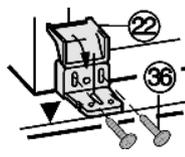

Fig. 30
- ▶ Visser la cornière en plastique Fig. 30 (22) côté poignée sur l'appareil à l'aide des vis M5 Fig. 30 (36).
- ▶ Aligner la cornière en plastique Fig. 30 (22) de manière affleurante avec le bord avant du fond du meuble.